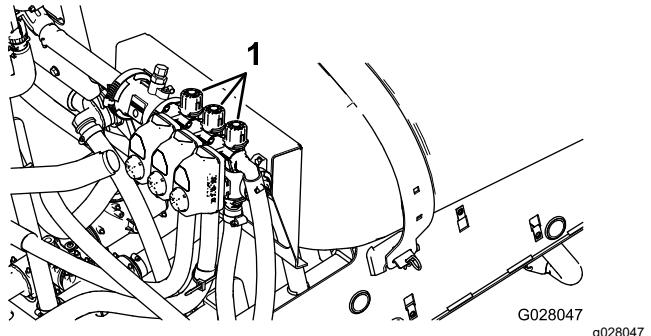

Bild 21
2. Stellen Sie den linken Abschnitt ab und stellen das Handrad für das Abschnittssicherheitsventil (Bild 21) ein, bis der Druck am vorher
4. Stellen Sie das Handrad des rechten Abschnittssicherheitsventsils (Bild 21) ein, bis der Druck am vorher angepassten Niveau (normalerweise 2,75 bar) liegt.
6. Stellen Sie das Handrad des mittleren Abschnittssicherheitsventsils (Bild 21) ein, bis der Druck am vorher angepassten Niveau (normalerweise 2,75 bar) liegt.